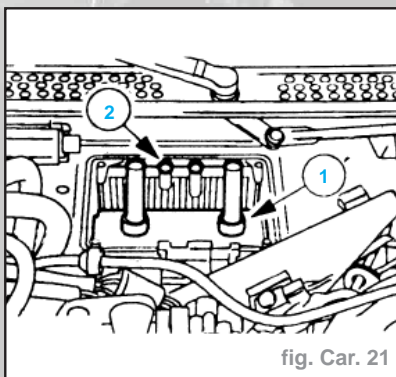

fig. Car. 21
- Déposer l'évaporateur de climatisation et le radiateur de chauffage (emboîté) (fig. Car. 21).
- Évaporateur (1).
- Radiateur de chauffage (2).